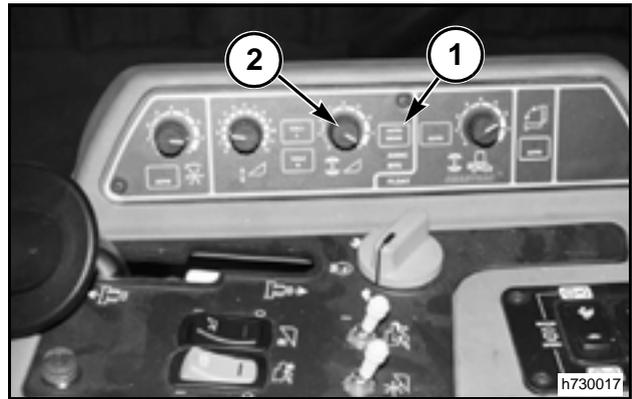

FIG. 114
FIG. 114: Para seleccionar el modo RTC automático - presionar la tecla de modo automático (1) hasta que el LED desde el lado RTC se encienda. Girar la perilla de control de sensibilidad de altura (2) completamente hacia derecha hasta alcanzar el máximo de sensibilidad.